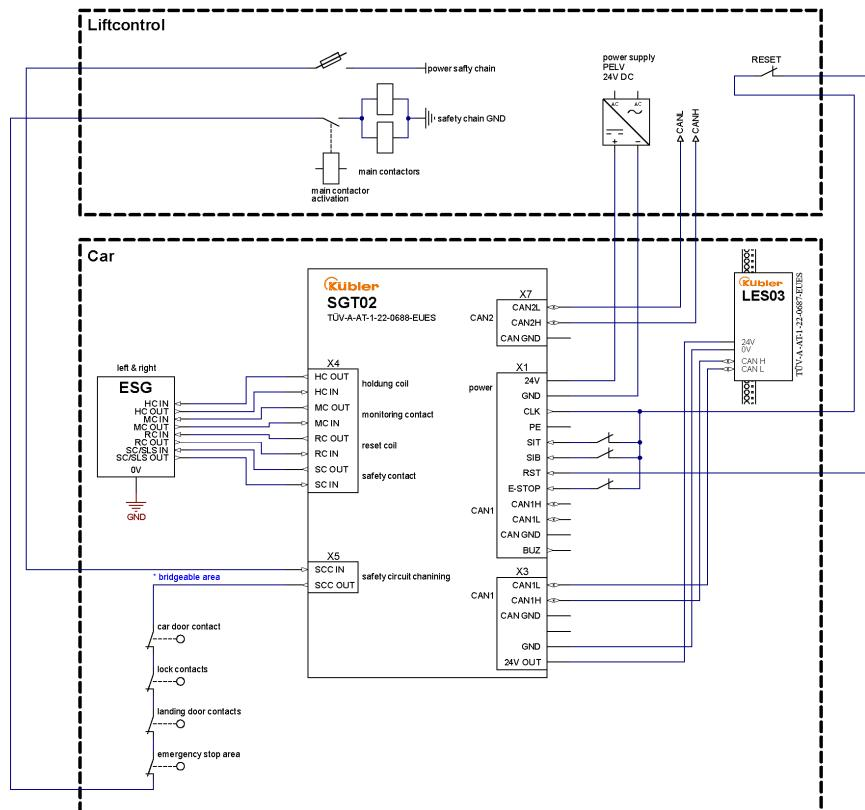

图 2: 含电控机械式限制装置 (ESG) 复位 (Reset) 的示例。
- 对于含复位装置 (8.SGT02.x1xx.xxxx) 的版本, 根据图 2 [▶ 244] 连接两个插头 X4 (HC、MC、RC 和 SC)。